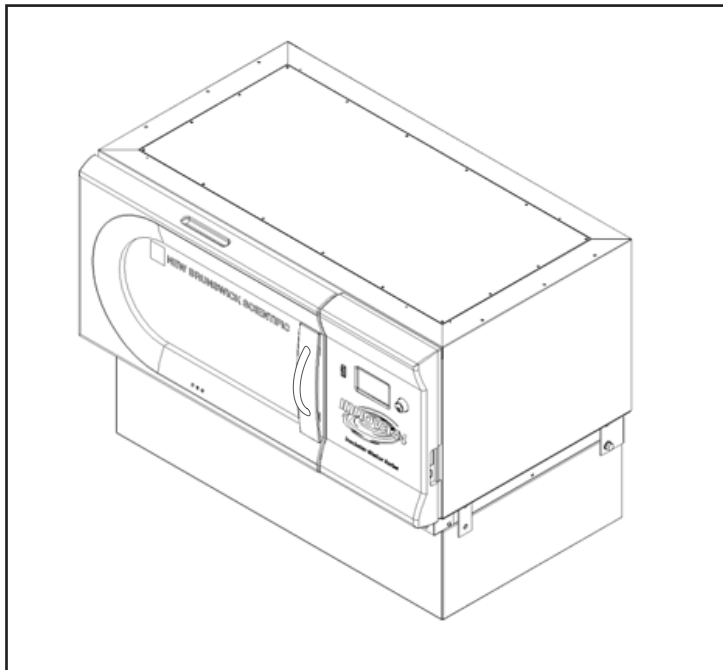

Fig. 6-4: Montar Shaker na base
- Aperte todos os parafusos. Com as bandas de canto posicionadas corretamente, o shaker montado em sua base é semelhante à imagem indicada (aqui Fig. 6-4 na pág. 26):